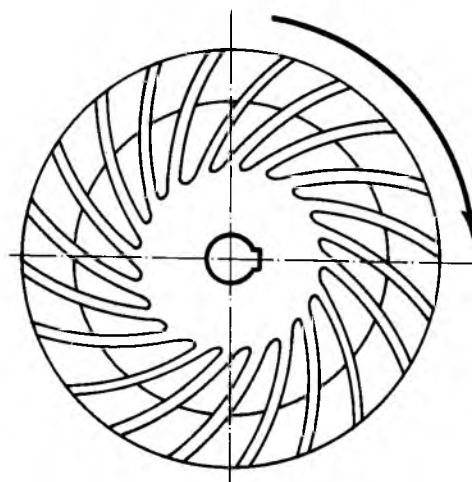

Рис. 5
- 3) Надвинуть рабочее колесо (2) на вал (16), надеть втулки (17) с уплотнением, надвинуть внутреннее кольцо подшипника и стянуть его через предохранительную шайбу (95) гайкой (94). Рабочее колесо смонтировать так, чтобы при виде со стороны привода искривление лопаток было направлено вправо (по часовой стрелке, см. рис. 5). Запрессовать также внутренние кольца подшипников качения (подшипники разборные)
- 8) Закрепить на задней стороне (сторона, противоположная стороне муфты) промежуточный элемент (147) и ввинтить в него корпус подшипника (148)
- 10) Корпус подшипника закрыть крышкой, в которой находится шайба (150)
9. Неправильно смонтированное рабочее колесо на валу	9. Направление вращения согласно рис. 5 и 6.